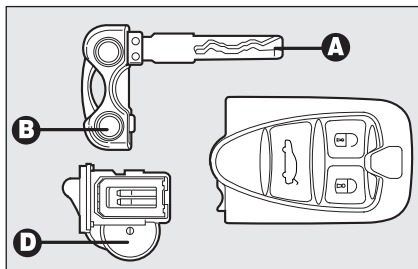

fig. 9
Per sostituire la pila **fig. 9** procedere come segue:
- ☐ sfilare la pila **D-fig. 9** dal cassetto memorizzando la posizione delle polarità (nella posizione raffigurata il polo positivo deve essere rivolto verso il basso);